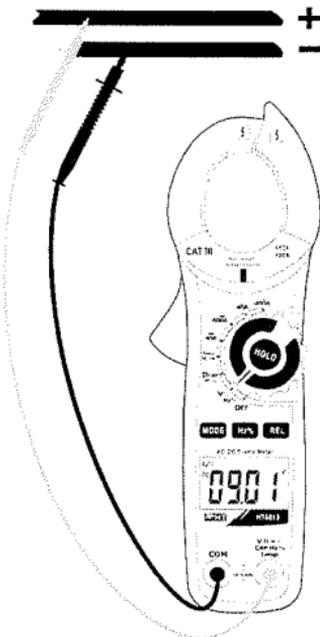

Fig. 2: Uso de la pinza en medida de Tensión CC
2. Inserte el cable rojo en el terminal de entrada $V_{\square}Hz\%$ y el cable negro en el terminal de entrada COM (ver Fig. 2)